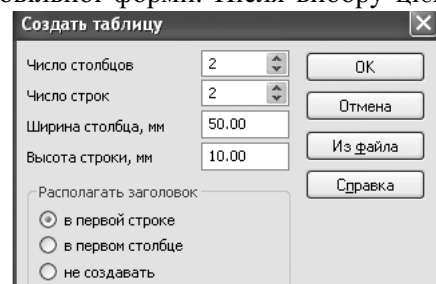

Рис.5.21. Діалогове вікно
5.2.2. Введення і редагування таблиць . Ця команда дозволяє створити текстову таблицю довільної форми. Після вибору цієї команди система запитує кут нахилу таблиці і положення початкової точки, яке слід задати координатами на *Панелі властивостей* або курсором на полі кресленника. Потім з'являється діалогове вікно (рис.5.21) для вказівки параметрів таблиці.